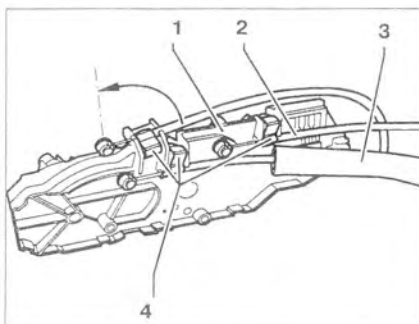

Рис. 9.50. Отсоедините фиксаторы 4. Поднимите тросы управления 1-3 вверх и отсоедините их (стрелка).
4. Отсоедините фиксаторы 4. Поднимите тросы управления 1-3 вверх и отсоедините их (стрелка) (рис. 9.50).